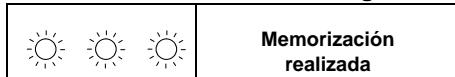

Fig. 8.6 Memorización realizada
- 17 Para memorizar la configuración, pulsar el botón de restablecimiento **h** durante 5 segundos aproximadamente, hasta que los indicadores luminosos de señalación **i** parpadeen simultáneamente como en **Fig. 8.6**